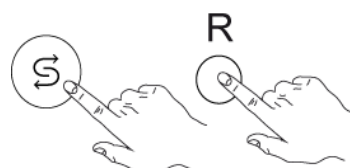

Fig.47
- 5- Appuyer pour 2 secondes environ le bouton "H" régénération. (Fig.47)